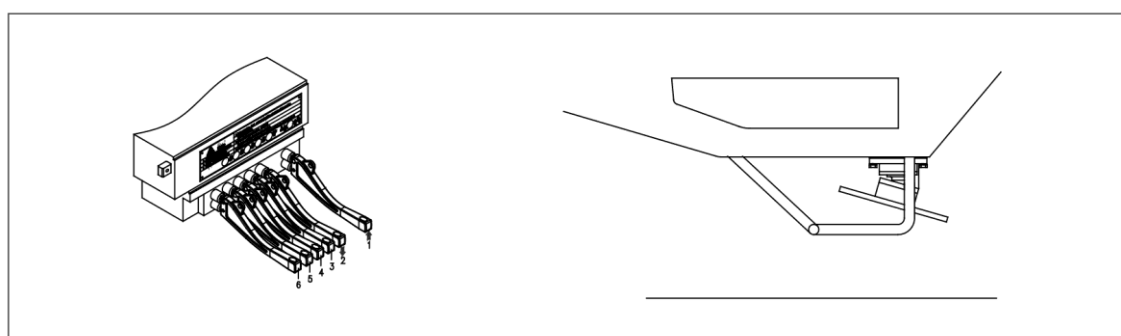

Fig. 06 – 20
- 2) Mova a primeira alavanca para cima até que o quinto estabilizador esteja totalmente retraído. Consulte a Fig. 06 - 20.
- b) Conforme ilustrado na Fig. 06 – 21: